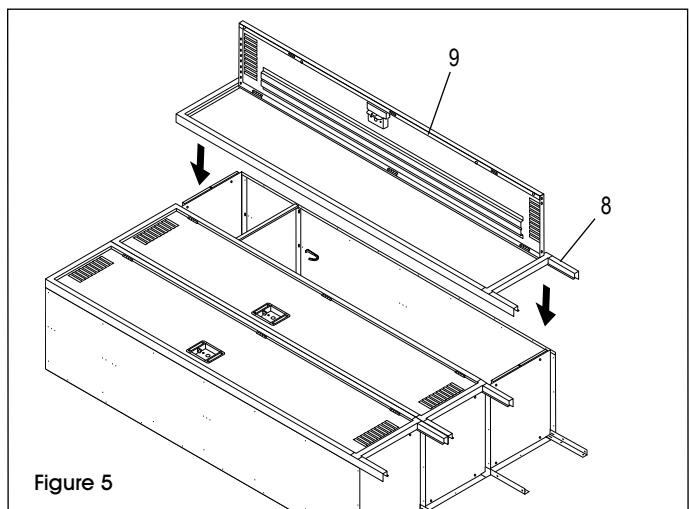

Figure 5
10. Placez l'ensemble de porte et de cadre (8 et 9) par-dessus le corps du casier. Assurez-vous que les côtés du corps sont à l'intérieur du cadre et non entre les cadres. Fixez le haut à l'entête du cadre et le fond au seuil du cadre (un boulon chacun). Terminez en fixant l'ensemble de porte et de cadre aux côtés du corps du casier (les boulons seront partagés avec la porte et le cadre sur chaque côté de ceux-ci). (Voir Figure 5) Si vous montez une unité de trois éléments de large à côté d'une autre unité, consultez la section JOINDRÉ DES UNITÉS ci-dessous.